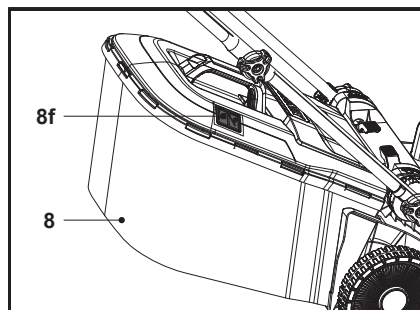

Fig. 12
2. Quando a escotilha (8f) está fechada, o recipiente de recolha de relva (8) está cheio e tem de ser esvaziado (Fig. 12).